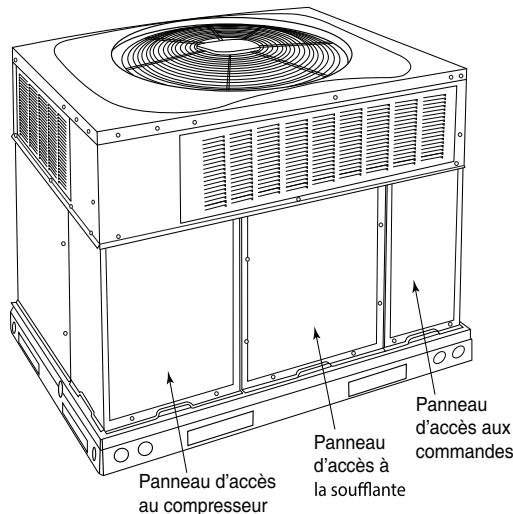

Fig. 18 – Panneaux d'accès de l'appareil A09211FR
- a. Retirez les panneaux d'accès du ventilateur (consultez la Fig. 18).
- g. Réinstallez les panneaux d'accès du ventilateur (consultez la Fig. 18).
1. Retirez le panneau d'accès de commande (consultez la Fig. 18).
Retirez les panneaux d'accès du ventilateur (consultez la Fig. 18). L'interrupteur de limite est situé sur le compartiment de ventilateur.
3. Retirez le panneau d'accès de commande (consultez la Fig. 18).
Retirez les panneaux d'accès (consultez Fig. 18) pour accéder aux commandes électriques et au câblage. Vérifiez que toutes les connexions électriques sont bien serrées. Serrez toutes les vis des connexions. Si les connexions portent des traces de décoloration ou de brûlure, démontez les connexions, nettoyez toutes les pièces, coupez et dénudez l'extrémité des fils, puis refaites-les correctement en serrant bien.
Une fois la procédure d'inspection des commandes électriques et du câblage terminée, remettez les panneaux d'accès en place (consultez Fig. 18). Mettez l'appareil en marche et vérifiez son bon fonctionnement sur un cycle complet de chauffage et de refroidissement. Si des problèmes surviennent durant le cycle de fonctionnement, ou si l'on suspecte une anomalie, vérifiez chaque composant électrique à l'aide d'un instrument de contrôle approprié. Reportez-vous à l'étiquette de câblage de l'appareil pour l'exécution de ces contrôles.